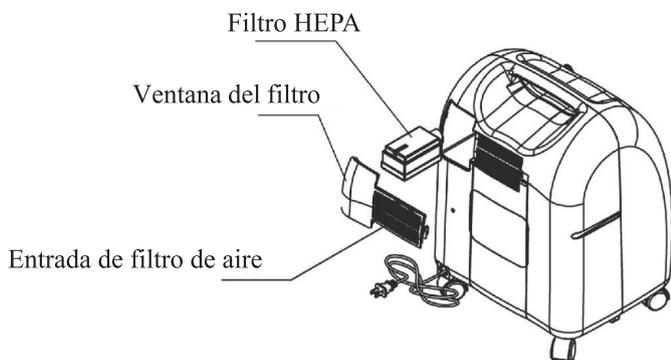

Figura 9
② Reemplazo del filtro de alta eficiencia (llamado filtro Hepa) (Figura 9) Cuando el tiempo de trabajo total de la máquina llega a 3000 horas. El usuario debe reemplazar el filtro Hepa. Abra la ventana del filtro, retire el filtro de Hepa alto y luego reemplácelo por uno nuevo.